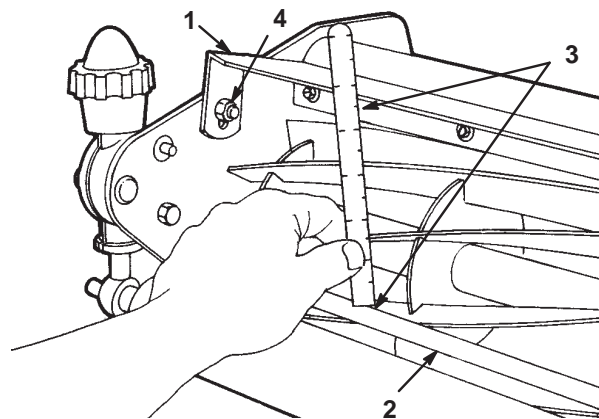

図8
1. Cuttingユニットを通常の姿勢で作業台上に置き、前クロス・バー上面からシールドまでの距離をユニットの左右で計測する（図8）。
2. 通常の刈り込み条件では、上記の距離が121 mmとなるように調整する。調整はユニット左右にあるシールド固定ボルトとナットをゆるめて行う（図8）。